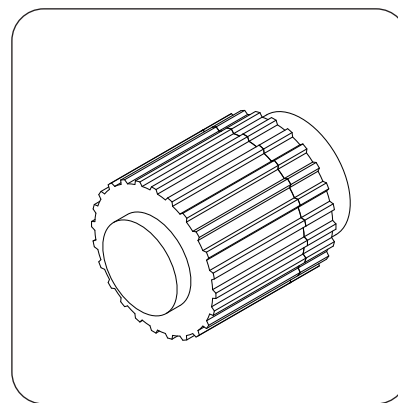
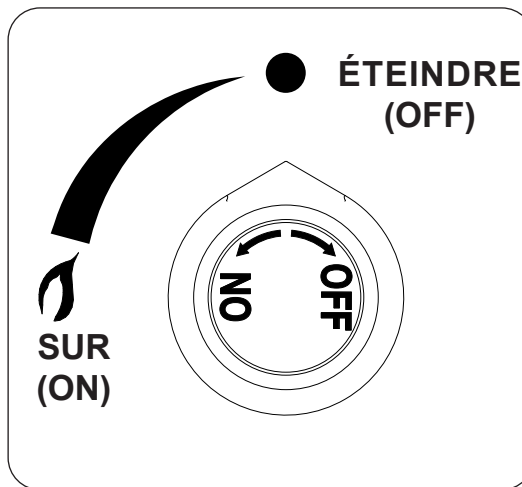

Fig. 52-1 Détail du bouton d'allumage
Fig. 52-2 Détail du bouton de commande
- 2. Localisez le panneau de commande sur le côté de l'appareil (consultez la LISTE DES PIÈCES D'IDENTIFICATION si nécessaire), et identifiez le bouton d'allumage (Fig. 52-1) et le bouton de commande du gaz (Fig. 52-2). Assurez-vous que le bouton de commande du gaz est en position OFF (éteindre) avant de commencer la séquence d'allumage.
Pour éteindre votre brûleur à gaz, tournez le bouton de commande du gaz dans le sens des aiguilles d'une montre jusqu'à la position **OFF (éteindre)** (voir Fig. 52-2). Assurez-vous que le bouton de commande est complètement éteint pour éviter toute fuite de gaz.